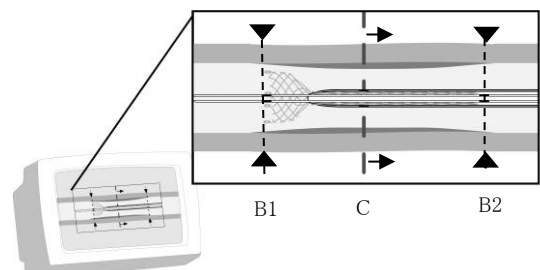
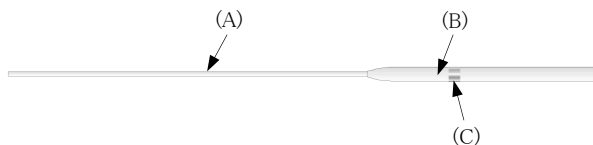

図12
図 13
- (8)ステントの展開中は、アウターシース上のX線不透バンド（図12-C）がステントの展開に従ってステント近位側のX線不透マーカ（図12-B2）方向に後退する。一方、ステント両端のX線不透マーカ（図12-B1, B2）は、展開によって移動せず、目標留置部位からずれないことを透視下で確認する。
- (9)アウターシース上のX線不透バンド（図12-C）が、ステント近位側のX線不透マーカ（図12-B2）を約2cm通過した時、あるいはT型アダプタがデリバリーシステムのシャフトグリップまで引き戻された時、ステントが完全に展開された状態である。
- (10) スtentが完全に展開された後は、Stent近位側の X 線不透過マーカと X 線不透過バンドの2本が互いに離れていく状態が X 線透視下で確認できる。
- (11) ガイドワイヤを残してデリバリーシステムを患者から抜去する。デリバリーシステムが完全に抜去されたことは、下記構成部を目視することで確認する。(図 13)
- (A) インナーカテーテル